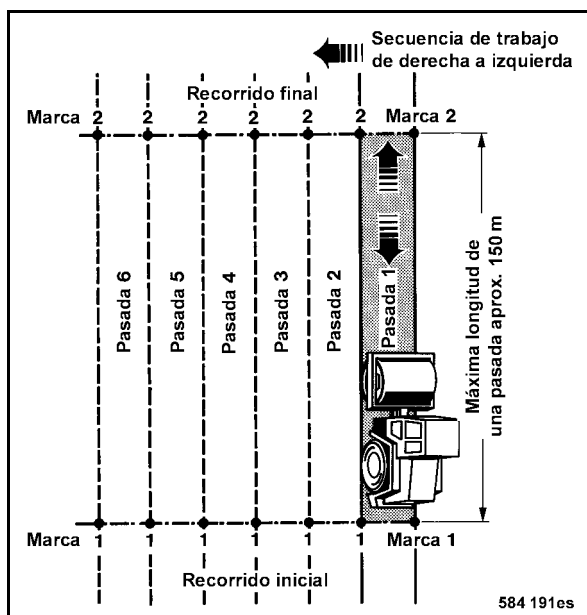

Fig. 88
- Marcar la pasada a compactar (Fig. 88).